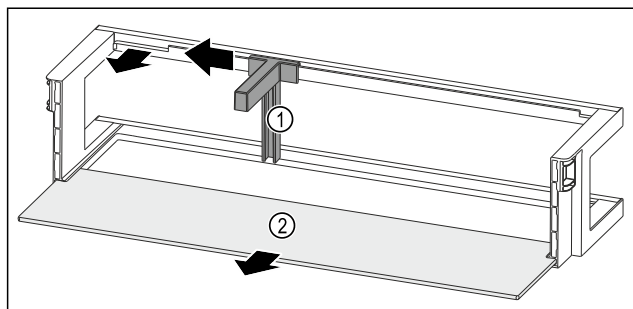

Fig. 96 Рафт на врата с преграда за бутилки и рафт
- ▶ Плъзнете преградата за бутилки Fig. 96 (1) настрани до прореза.
- ▶ Сваляте преградата за бутилки Fig. 96 (1).
- ▶ Сваляте рафта Fig. 96 (2).